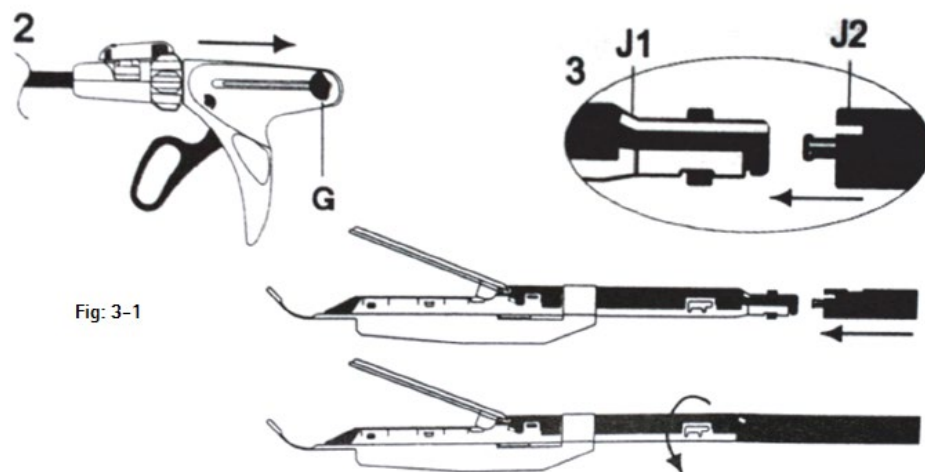

Fig: 3-1
3.2 Certifique-se de que o botão de retorno preto no grampeador esteja completamente apertado, puxado para trás e a alavanca de articulação esteja na posição neutra. Para carregar o Endo Grampeador Linear Cortante com a carga de uso único apropriado (consulte a Fig. 3-1)